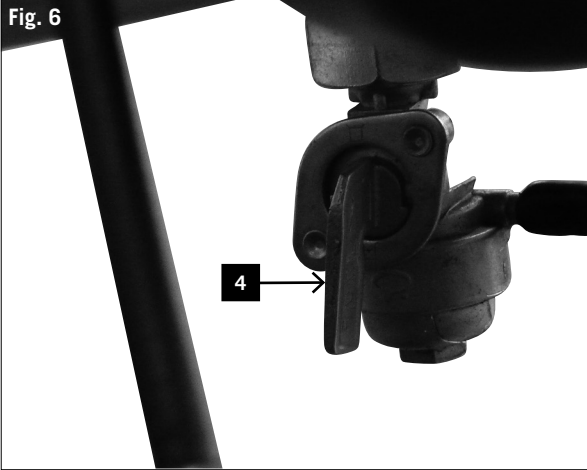

Fig. 6.1
- 2 Brandstofkraan (21) op de motor (afb. 6.1) naar rechts op „ON“ draaien om te openen.
- 1 Stel de benzinekraan (4) naar links.
- 3 Zet de chokehendel (8) naar rechts op “Open”.
- 4 Zet de gashendel (11) op stationair.
- 5 Zet de starterschakelaar (9) op “ON/EIN” (AAN).
- 6 Trek licht aan de choke (10) tot u weerstand voelt en laat de choke dan terug naar binnen rollen.
- 2 Ställ bränslekranen (21) på motorn (fig. 6.1) åt höger till "ON" (PÅ) för att öppna den.
- 1 Ställ bränslekranen (4) på bränsletanken (undertill) nedåt.
- 3 Ställ chokereglaget (8) åt höger till "Öppen".
- 4 Ställ gasspaken (11) på tomgång.
- 5 Ställ tändkontakten (9) till "ON/EIN".
- 6 Dra lätt i startvajern (10) tills du känner ett lätt motstånd och låt den rulla in igen.